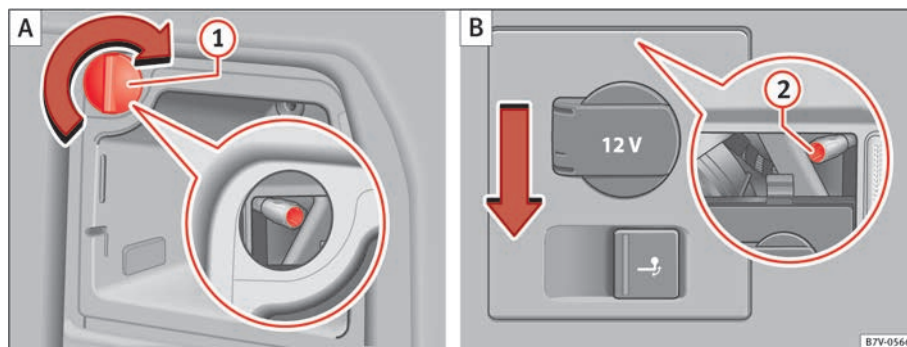

Fig. 211 Na lateral do porta-bagagens: desmontar as luzes posteriores esquerda e direita. ① retirar o protetor; ② parafuso de fixação. ►
4.	Girar a protecção ⇒ Fig. 211 ① 90° no sentido da seta e retirá-la.
5.	Desenroscar o parafuso de fixação ⇒ Fig. 211 ② com a chave de fendas das ferramentas de bordo ⇒ Página 334. O parafuso permanece fixo na sua posição.